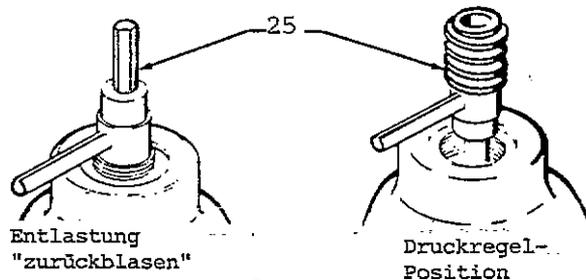

Abb. 2
Vor dem Öffnen des Absperrventiles am Auslaß oder dem Anfahren der Pumpe, Sechskantende des Schlüssels (25) in Einstellschraube (20) einführen und gegen Uhrzeigersinn drehen, bis die Federspannung aufgehoben ist, siehe Abb. 2 und 3.
Um die Farbe oder eine andere Flüssigkeit aus dem Regler zu entfernen, Zuführpumpe absperrern und den Leitungsdruck durch öffnen des Rückdruckventiles oder eines anderen By-pass-Ventiles entlasten. Reglerventil durch weitestmögliches Einschrauben des Gewindeteiles des Schlüssels (25) in die Kappe öffnen, siehe Abb. 2. Luftkappenring der Spritzpistole ca. drei Umdrehungen losdrehen, einen Lappen fest um das Kappenende wickeln und dann die Pistole abziehen.